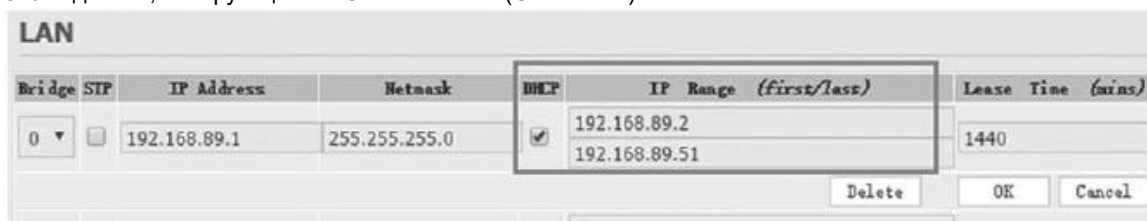

Рис. 2
5. Убедитесь, что функция DHCP включена. (См. Рис. 2)